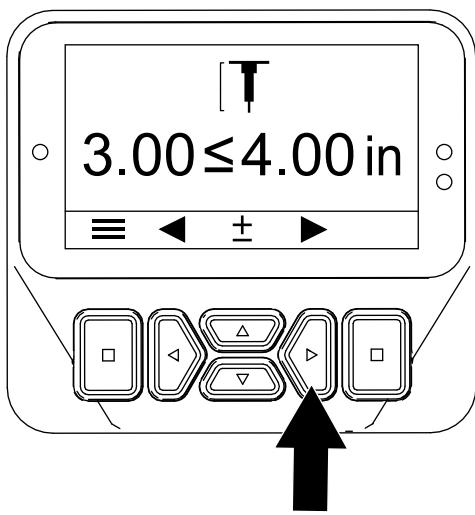

Figura 47
4. Prima o botão direito para mostrar o ecrã que permite configurar a profundidade dos furos (Figura 47).